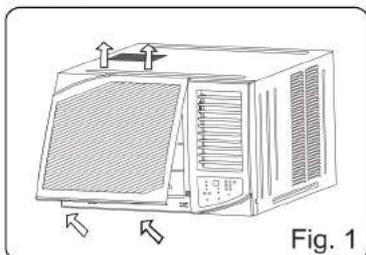

Fig. 1
1. Soulever le panneau avant en maintenant la fente en-dessous (voir Fig.1).